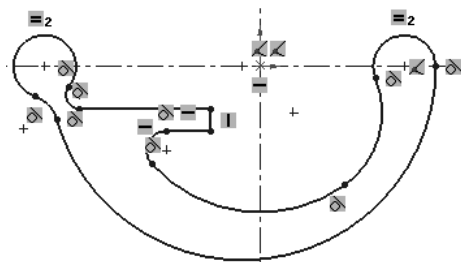

图 2.14.6 添加相切约束
Step 3 添加图 2.14.6 所示的相切约束及其他必要约束。